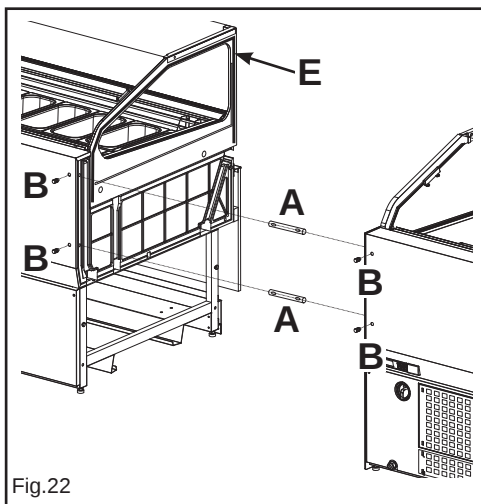

Fig.22
- Incollare lungo il bordo del vetro la guarnizione adesiva (fig.22 pos.E). La guarnizione è data in dotazione nel pacco accessori;
- Infilare i perni lato operatore (fig.22 pos.A);